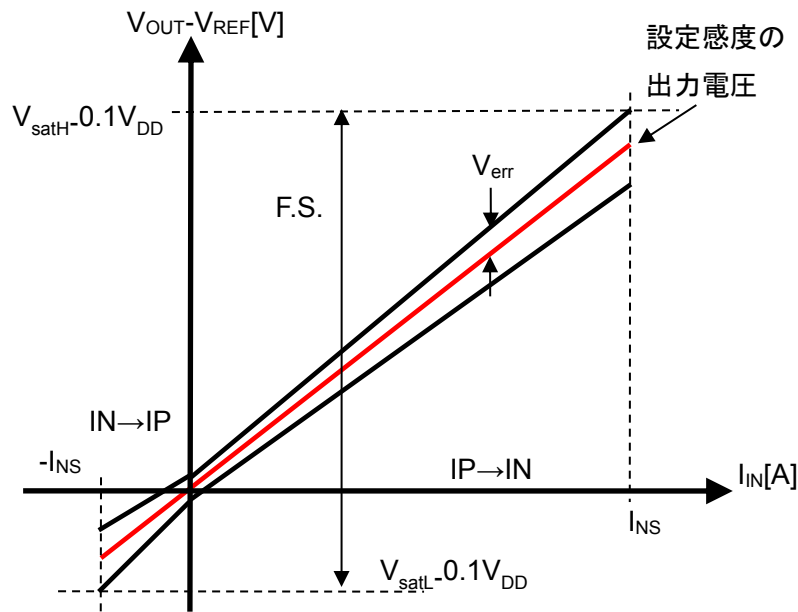

Figure 4. CZ-3725 の総合精度
10.4 総合精度 E_{total} [%F.S.]は以下のように定義します。(Figure.4 参照)